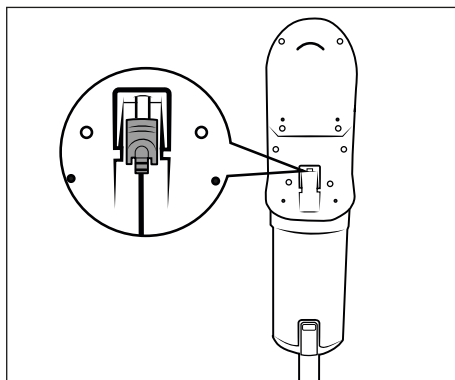

Fig. 8
- ▶ Støvsugeren kan også oplades direkte med netadapteren 10. Tag hulstikket 11 ud af vægholderen 18 med en let drejning, og sæt det ind i ladestikket 3 på produktet (se fig. 8).